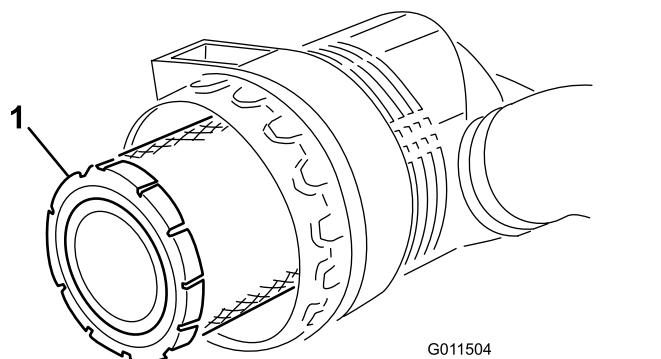

Figure 55
5. Déposez et remplacez le préfiltre (Figure 55).